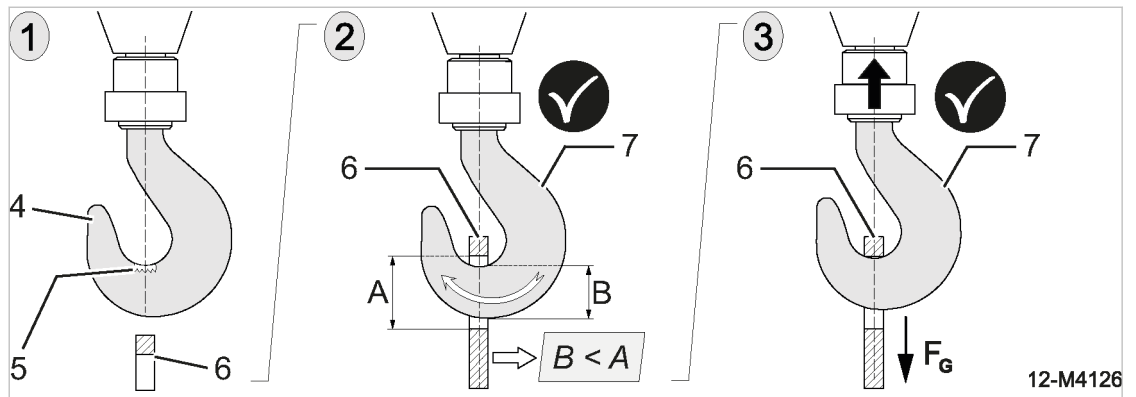

Fig. 50 Kraanhaak correct bevestigen
- Gebruik een kraanhaak die voldoet aan voorwaarde  $B < A$ , zie afbeelding 50, positie ②.
De kraanhaak is correct bevestigd en verticaal geplaatst, zie afbeelding 50, positie ②.
Aan de vereisten voor het hijsen van de machine met een kraan is voldaan, zie afbeelding 50, positie ③